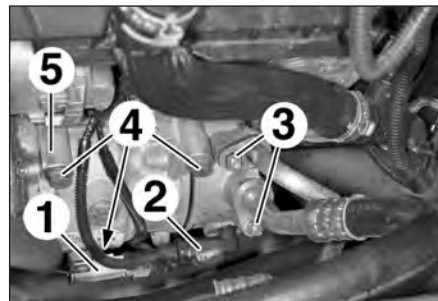

FIG.5
- Débrancher les connecteurs (1) et (2) sur le compresseur (Fig.5).
- Déposer les deux écrous (3).